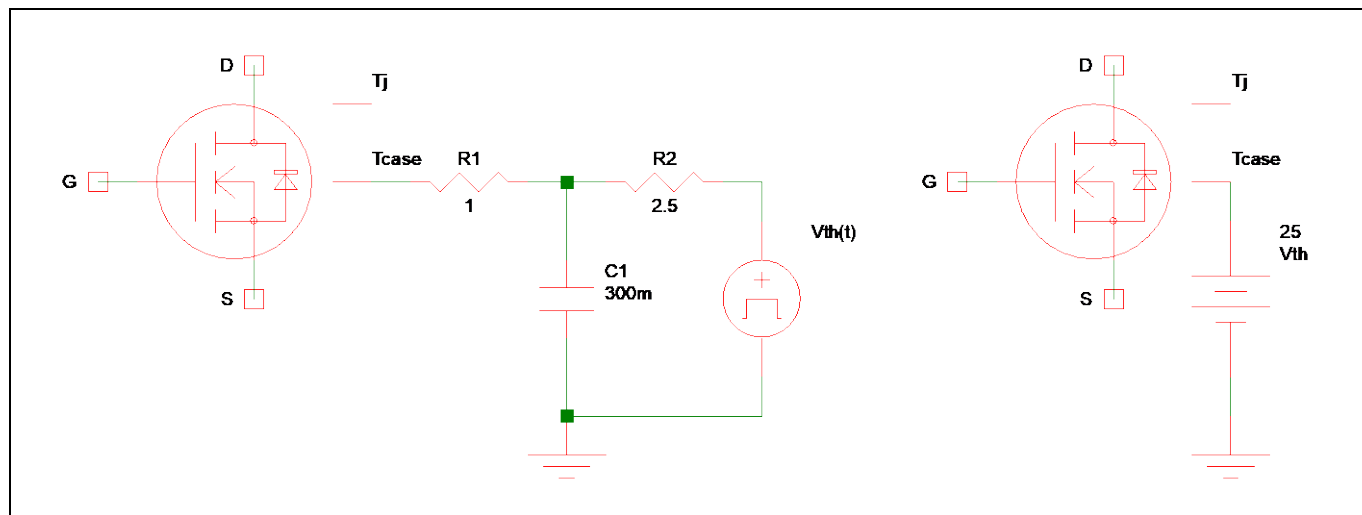

Figure 5 外部熱ネットワークの接続
- 2 番目のサーマルピンは T_{case} (または、ダイモデルでは T_{pad}) です。このピンを接続する必要があります。 T_{case} ピンとグラウンド電位の間には外部抵抗-コンデンサネットワークを追加できます。熱ネットワークの右側の端子は、周囲温度を定義するために熱源に接続する必要があります (**Figure 5** を参照)。一方、これらのピンを短絡すると、最適な熱伝達がモデル化されるネットワークにつながります。
Figure 5 に、外部ヒートシンクを備えたシミュレーション回路の例を示します。左側の図では、R1 はヒートスラグとヒートシンク間のインターフェースの R_{th} を示します。C1 と R2 は、使用済みヒートシンクの熱容量 (C1) と R_{th} から環境 (R2) までのパラメータです。V_{th} 信号は、シミュレーションの環境温度の動作を表します。